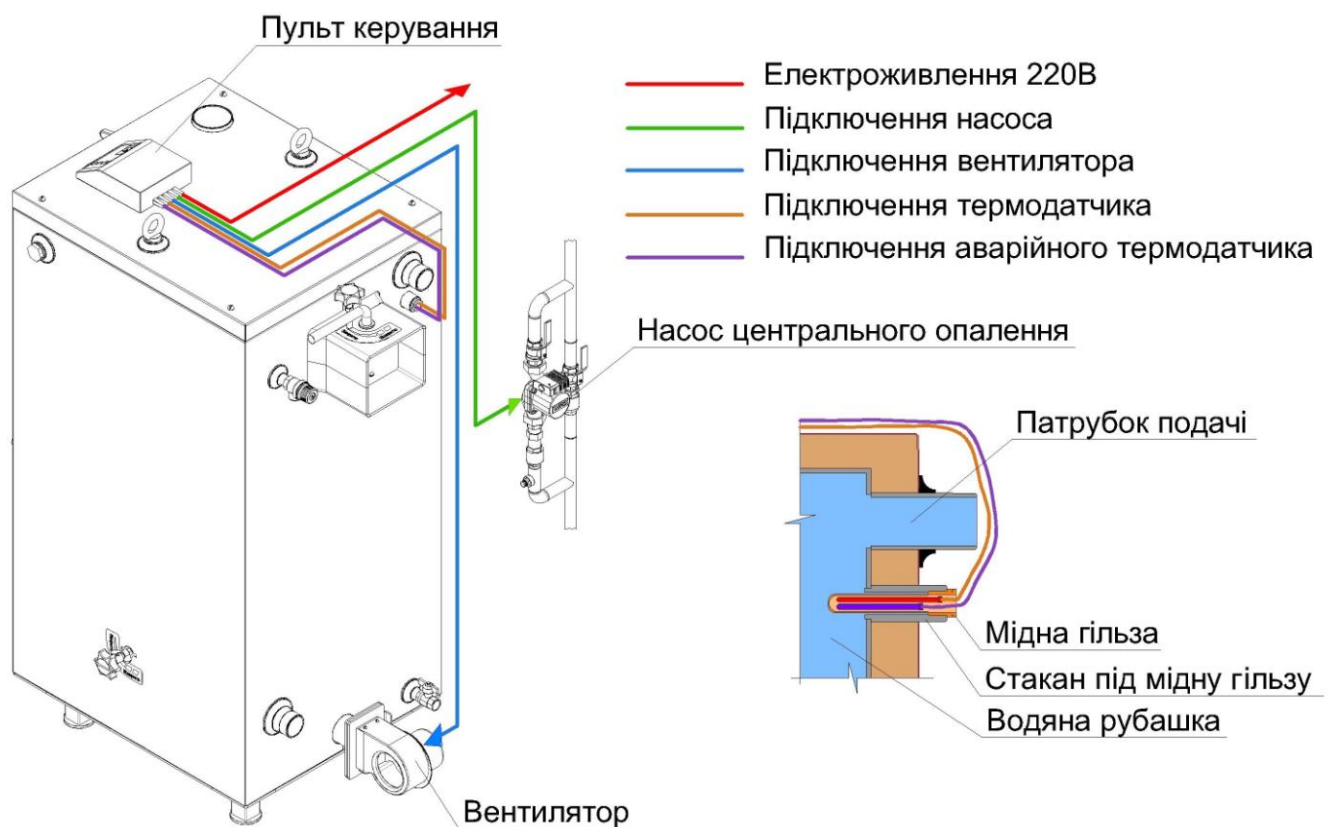
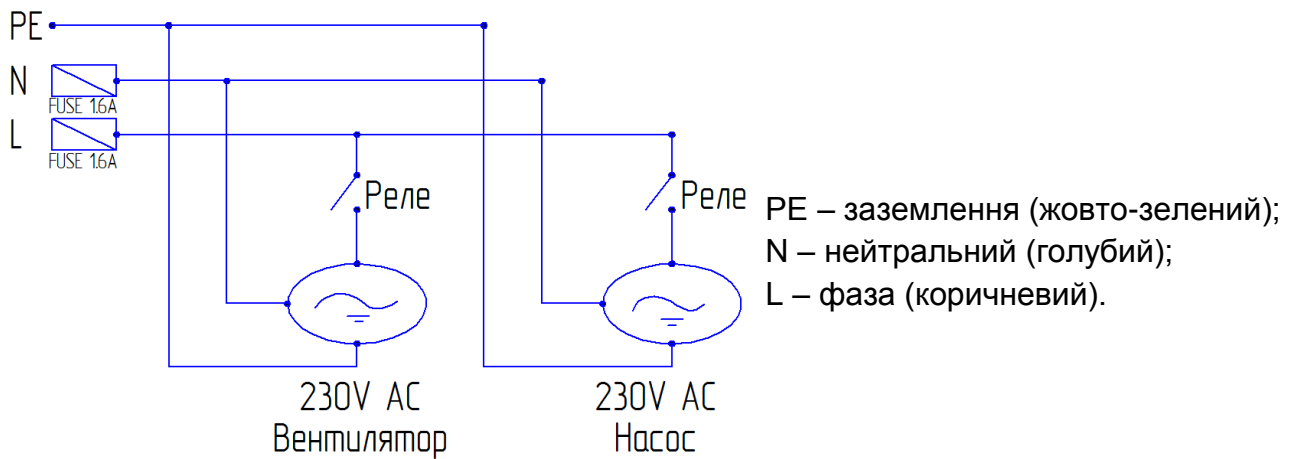
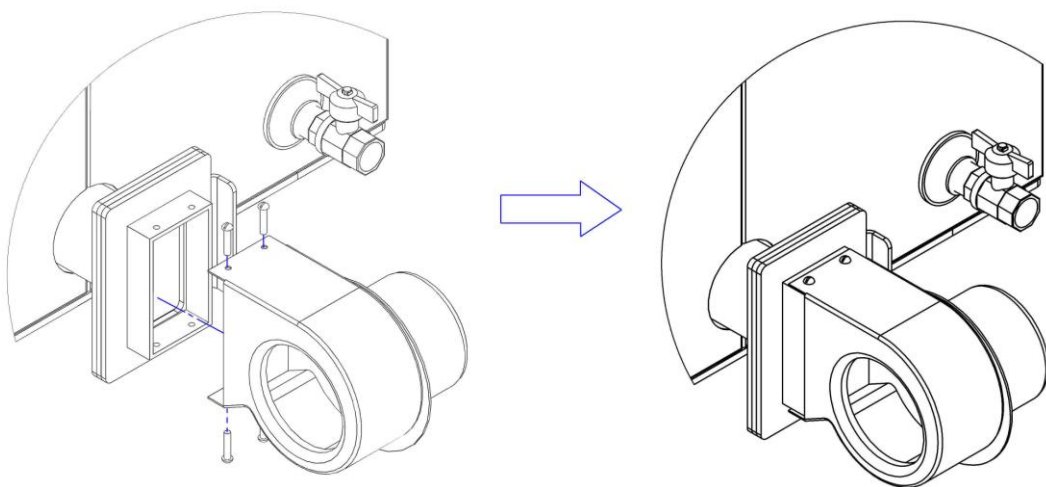

Рис. 10 Підключення пульта керування до котлів «Ретра-5М PLUS»
Рис. 11 Схема підключення кабелів до пульта керування
Рис. 12 Схема підключення вентилятора
- 6.3.6.1 Котли моделі «Ретра-5М PLUS» працюють з вентилятором та пультом керування. Схеми підключення пульта керування та монтаж вентилятора показані на Рис. 10, Рис. 11 та Рис.12 відповідно.
- 6.3.6.2 Пульт керування (Рис.10) призначений для керування роботою котла центрального опалення, який обладнаний вентилятором і насосом циркуляції води в системі опалення. Він в автоматичному режимі підтримує задану температуру за допомогою вентилятора.